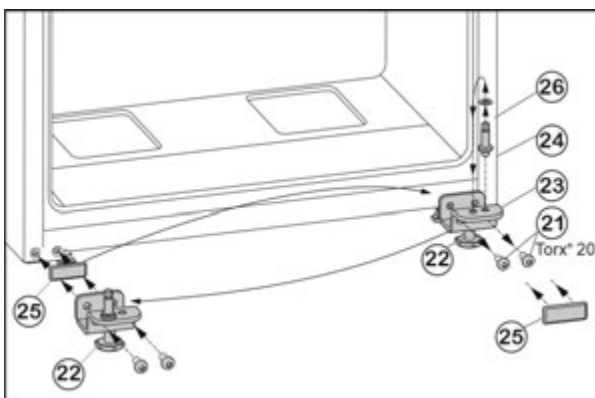

Fig. 7
- ▶ Викрутіть гвинти кріплення Fig. 7 (21).
- ▶ Зніміть нижній опорний кронштейн Fig. 7 (23) разом із гвинтом Fig. 7 (24), шайбою Fig. 7 (26) та установочною ніжкою Fig. 7 (22).
- ▶ Відкрутіть гвинт Fig. 7 (24) разом із шайбою Fig. 7 (26), переставте їх у протилежний отвір опорного кронштейна та знову закрутіть.
- ▶ Обережно зніміть кришку Fig. 7 (25) і переставте її на протилежний бік.
- ▶ Знову прикрутіть нижній опорний кронштейн Fig. 7 (23) разом із гвинтом Fig. 7 (24), шайбою Fig. 7 (26) та установочною ніжкою Fig. 7 (22) на новий бік шарніра (**з моментом 4 Нм**), у разі необхідності скористайтесь пристроєм для електричного закручування гвинтів.
- ▶ Встановіть дверцята зверху на опорний гвинт Fig. 7 (24).
- ▶ Викрутіть установочну ніжку Fig. 7 (22) на нижньому опорному кронштейні Fig. 7 (23), доки він не буде опиратися на підлогу.